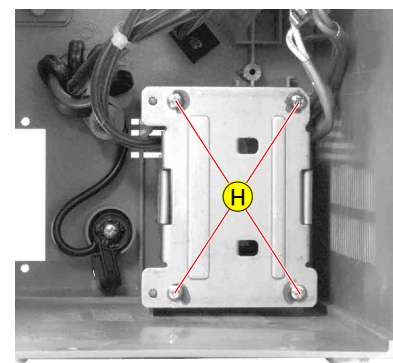

Fig. 7
- 4 Schrauben (H) (Fig. 7) herausdrehen.
- Undo 4 screws (H) (Fig. 7).